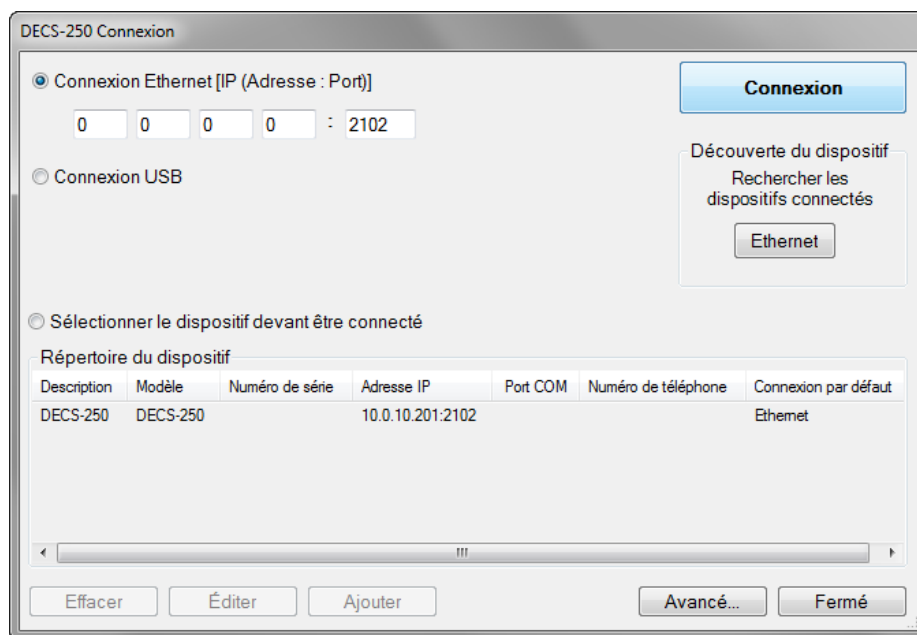

Figure 21-7. Fenêtre de connexion DECS-250E
2. Dans BESTCOMSPlus, cliquez sur *Communication, Nouvelle connexion, DECS-250E* ou cliquez sur le bouton *Connexion* dans la barre de menu inférieure. La fenêtre de connexion DECS-250 apparaît. (Figure 21-7)